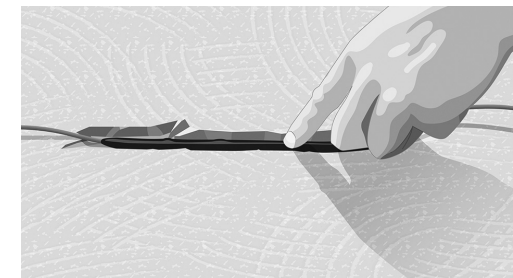

Fig. 3. Spor for kobling mellom kaldkabel og varmekabel
4. Fres spor for kaldkabelens/varmekabelens kobling og endekobling. Kabelen skal legges rett i minst 20 cm på hver side av en kobling. Sørg for at dekkmaterialet har plass til å kapsle inn koblingene med minst 10 mm på hver side av koblingen. Spordybder laget i samsvar med den totale konstruksjonshøyden (fig. 3).